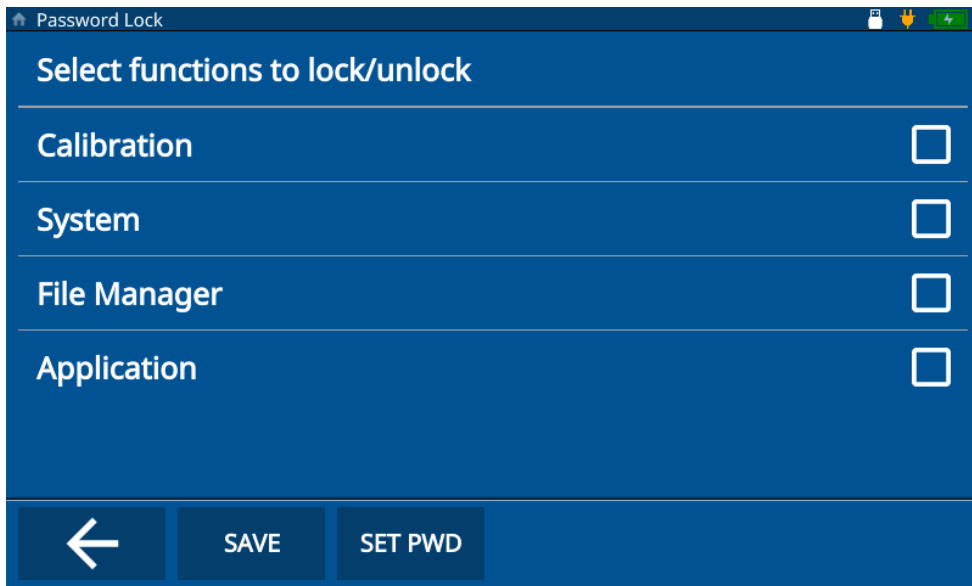

図 8-1 Instrument Lock (装置のロック) 画面
Password Lock（パスワードのロック）画面（74 ページの図 8-1 参照）で、以下の機能をロックできます。
4. 適切なチェックボックスをオンにして、ロックする機能を選択します (74 ページの図 8-1 参照)。